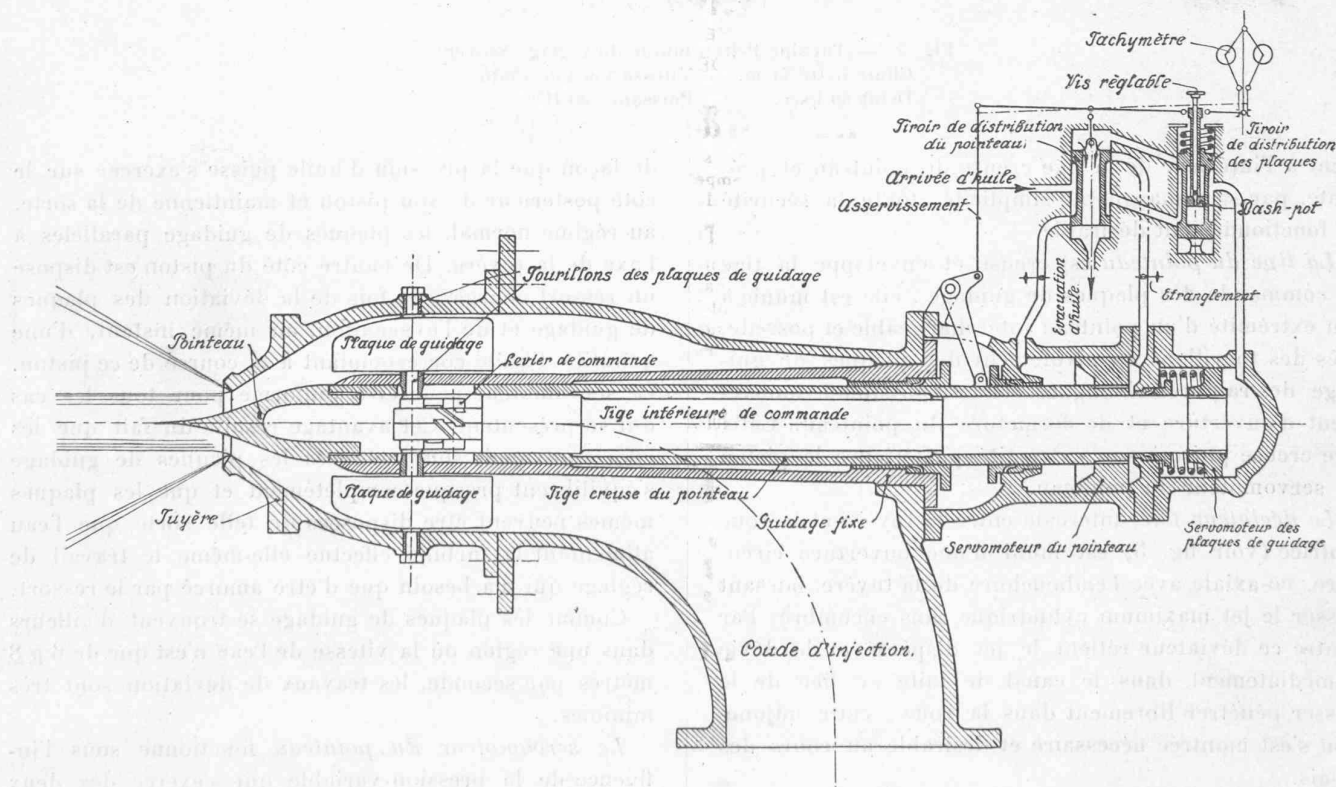

Fig. 4. — Schéma du réglage Seewer.
**Construction :** Le schéma fig. 4 et le dessin d'ensemble fig. 5 montrent la construction de ce nouveau système de réglage, que l'inventeur décrit comme suit :